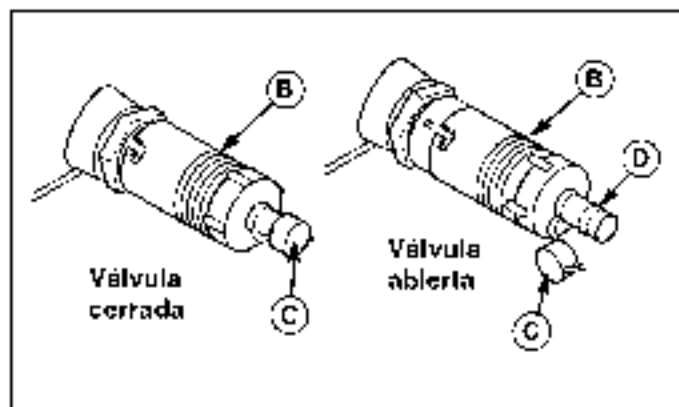

Figura 17. Válvula de drenaje de aceite
2. Suelte o retire la varilla para medición del nivel (A)
3. Limpie la válvula de drenaje de aceite (A, Figura 17) y cubra (B) con una toalla de papel o trapo